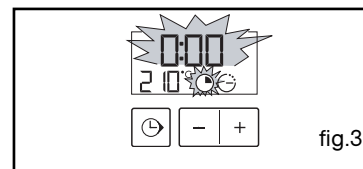

fig.3
Ajustez le réglage de l'heure avec les touches + et - (fig.3).
Il vous est cependant possible d'ajuster la température en actionnant la manette de sélection de température vers + ou - (fig.3)
Exemple : 30 min de cuisson (fig.3).
- l'indicateur de durée de cuisson et 0:00 clignotent (fig.3).